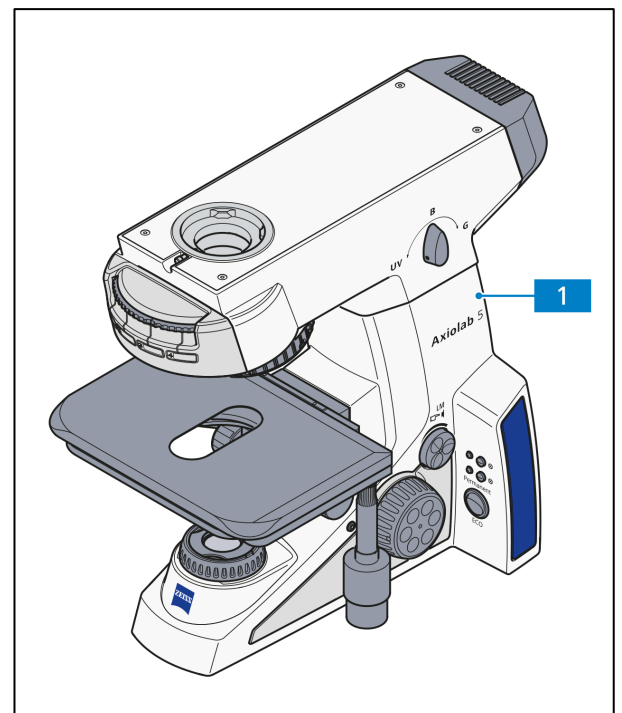

Abb. 3-1 Mikroskop aufstellen
- Das Mikroskopstativ (Abb. 3-1/1) auf einer schwingungsfreien, ebenen, harten und nicht brennbaren Unterlage aufstellen.